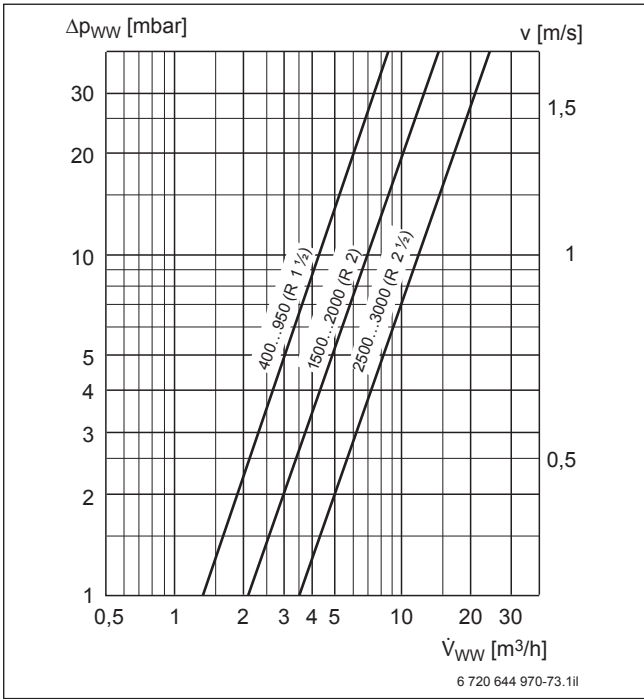

Bild 79 Logalux LTN und LTH
**Legende zu Bild 79 bis 81:**